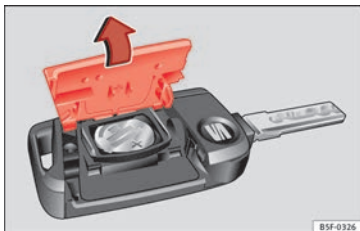

Fig. 134 Clé du véhicule : ouvrez le cache du logement des piles.
- Retirez le couvercle de la partie arrière de la clé du véhicule » fig. 134 dans le sens de la flèche » ①.
- Placez le couvercle comme indiqué » fig. 134, et appuyez-le sur le boîtier de la clé du véhicule dans le sens contraire de la flèche jusqu'à ce qu'il s'encastre.